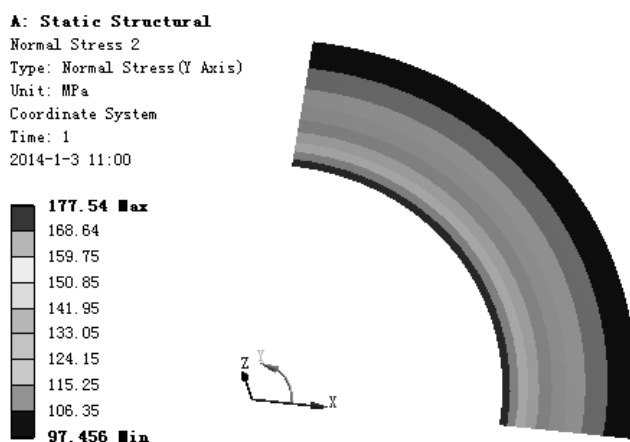

图 7.5.45 切向应力结果图解
(4) 查看切向应力结果图解。在“Outline”窗口中选中  **Normal Stress 2**, 查看图 7.5.45 所示的切向应力结果, 其最小切向应力为 97.456 MPa, 其最大切向应力为 177.54MPa。